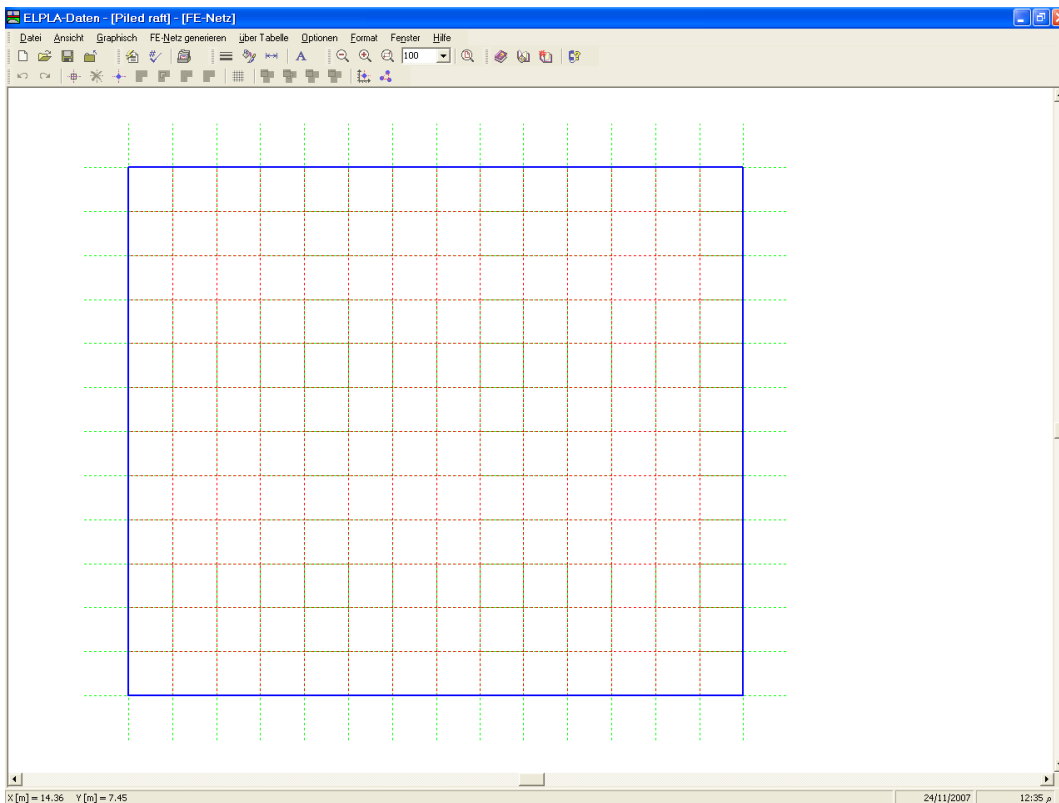

Bild 12-12 FE-Netz der rechteckigen Platte auf dem Bildschirm
ELPLA generiert ein FE-Netz für eine rechteckige Platte von 24.5 [m] Länge und 21 [m] Breite mit viereckigen Elementen von 1.75 [m] je Seite. Das folgende eingebettete Programm im Bild 12-12 erscheint mit dem generierten Netz.
- Wählen Sie den Befehl "FE-Netz speichern" aus dem "Datei"-Menü im Bild 12-12, um die Daten des FE-Netzes zu speichern